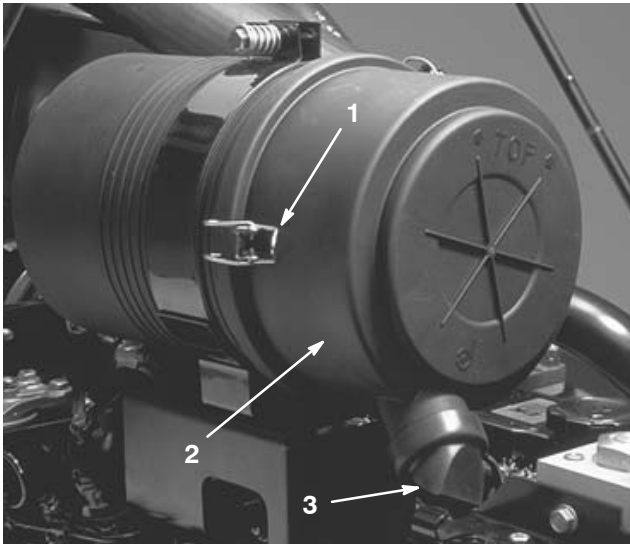

Bild 46
1. Lösen Sie die Laschen, mit denen die Luftfilterabdeckung am Luftfilterkörper befestigt ist (Bild 46).
2. Schrauben Sie die Abdeckung vom Luftfilterkörper (Bild 46). Bevor Sie den Filter entfernen, sollten Sie mit geringer Druckluft (276 kPa [40 psi], sauber und trocken) große Ablagerungen entfernen, die sich zwischen der Außenseite des Filters und dem Kanister befinden. Verwenden Sie keine starke Druckluft, da Schmutz durch den Filter in den Einlass gedrückt werden könnte. Dieses Reinigen verhindert, dass Schmutz in den Einlass gelangt, wenn Sie den Filter abnehmen.
4. Reinigen Sie den Schmutzauslassanschluss, der sich in der abnehmbaren Abdeckung befindet. Nehmen Sie das Gummiauslassventil von der Abdeckung ab (Bild 46), reinigen Sie den Bereich und setzen Sie das Auslassventil wieder ein.